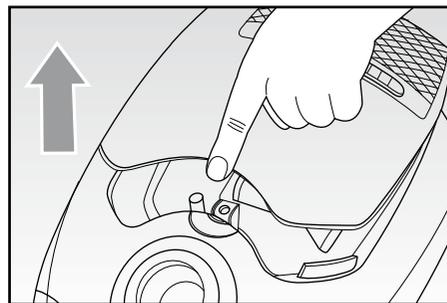

Fig. 7
- Riporre gli accessori nei relativi alloggiamenti dopo aver sollevato l'apposito comparto (FIG. 7).